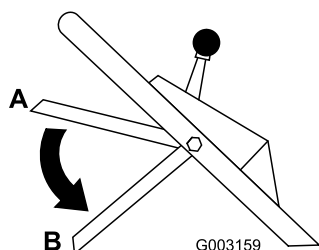

Figura 19
10. Suelte la barra de control de la cuchilla; consulte la posición B en Figura 19. Debe oír un ruido fuerte. La cuchilla debe detenerse en tres segundos.
- Mueva la barra de control de la cuchilla a su posición más baja (Posición B en Figura 19).